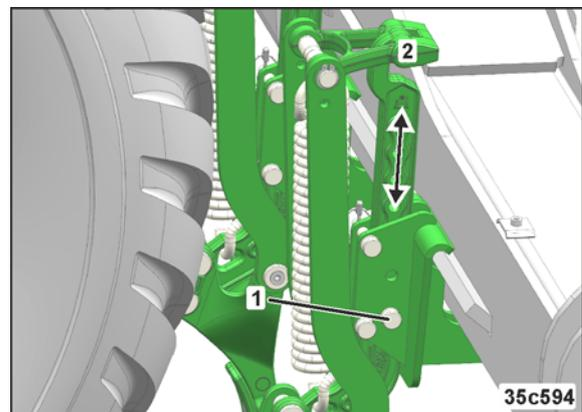

Fig. 207
1. Den Spurlockerer am Griff (Fig. 207/2) festhalten.
2. Den Bolzen (Fig. 207/1) entfernen.